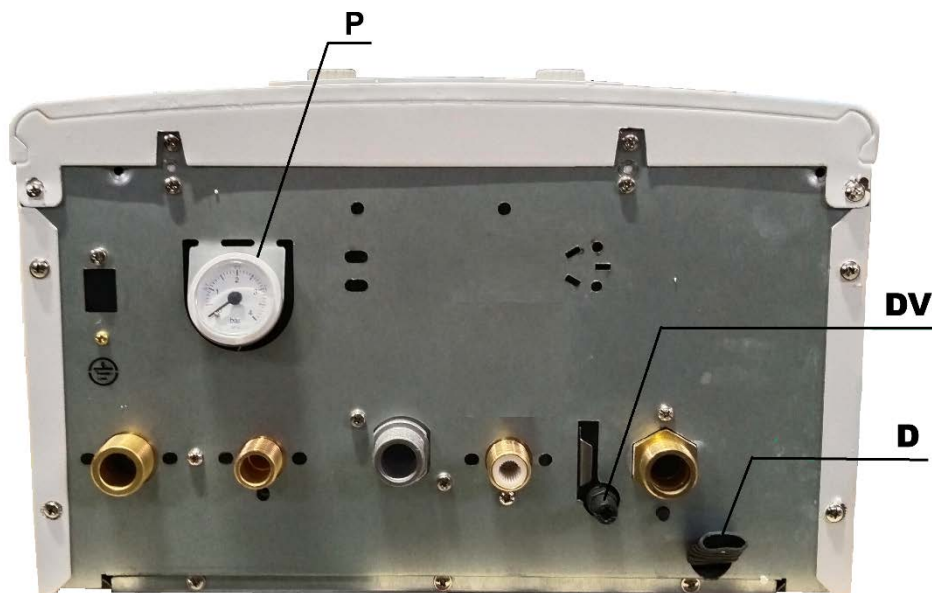

Рис. 10. Вид на котёл снизу
Подсоедините сливной патрубок предохранительного клапана **D** (рис.10) в дренажную канализацию. Присоединение следует выполнять «с разрывом струи», чтобы иметь возможность визуально контролировать факт срабатывания предохранительного клапана и проходимость дренажного трубопровода.
- После удаления воздуха из системы отопления, продолжайте подпитку и отслеживайте давление по манометру **P**. (рис.10). При установлении давления, равном 1,5 бар, подпитку прекратить.
При необходимости, опорожнение котла производится через сливной кран DV (рис.10). Кран открывается путём проворачивания его, за шестигранный выступ, против часовой стрелки. Для избегания брызг, на «ёрш» крана можно одеть трубку подходящего диаметра.